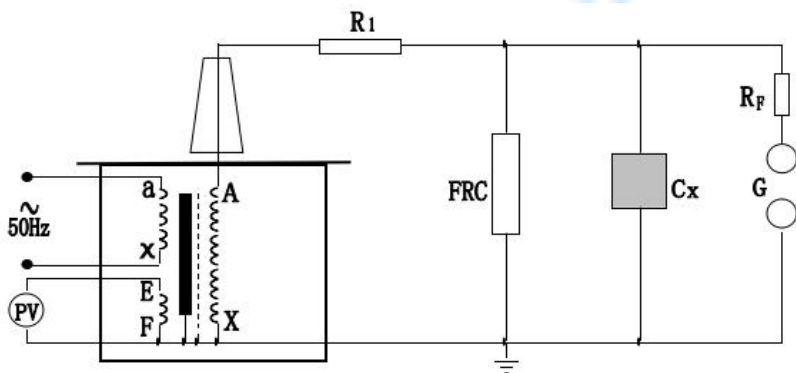

图 5：被试品工频耐压试验接线图
- 2、 三台试验变压器串级获得更高电压的接线原理见图 5。串级高压试验变压器有很大的优越性，因为整个试验装置由几台单台试验变压器组成，单台试验变压器容量小、电压低、重量轻，便于运输和安装。它既然可串接成高出几倍的单台试验变压器输出电压组合使用，又可分开成几套单台试验变压器单独使用。整套装置投资小，经济实惠。图 5 中，在第一级和第二级的每个单元试验变压器中都有一个励磁绕组 A1、C1 和 A2、C2。在三台串级试验变压器基本原理中，低压电源加在试验变压器 I 的初级绕组 a1x1 上，单台试验变压器 I、II、III 的输出电压都是 V。励磁绕组 A1、C1 给第二级试验变压器 II 的初级绕组供电；第二级试验变压器 II 的励磁绕组 A2、C2 给第三级试验变压器 III 的初级绕组供电。第二